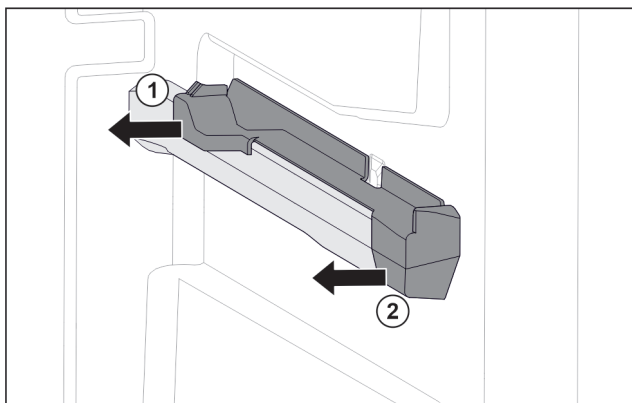

Fig. 50 Nasazovací díl na pravém žebrování na nádoby
- ▶ Stáhněte nasazovací díl vzadu na stranu. Fig. 50 (1)
- ▶ Stáhněte nasazovací díl vpředu na stranu. Fig. 50 (2)